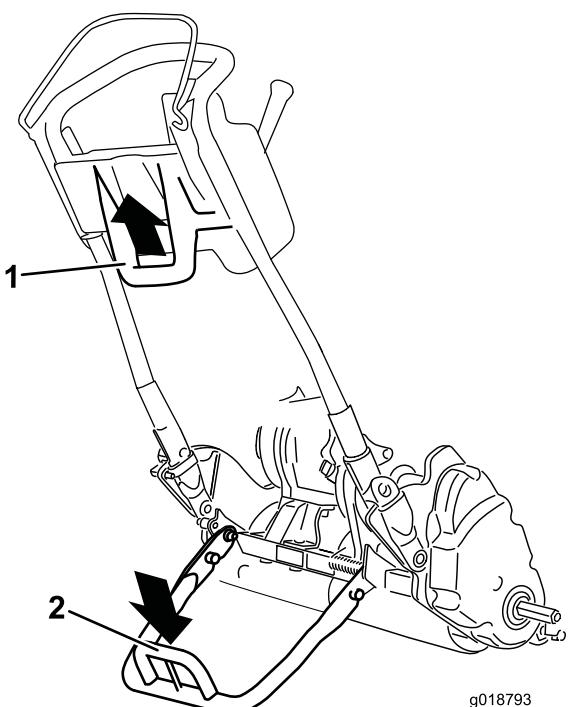

図 27
- 移動走行タイヤの着脱のためにキックスタンドを操作するには、スタンドを床面まで下げ、ループを足で踏みつけた状態のままで、機体下部についているハンドルを持ってマシンを後方に引いてください図27。